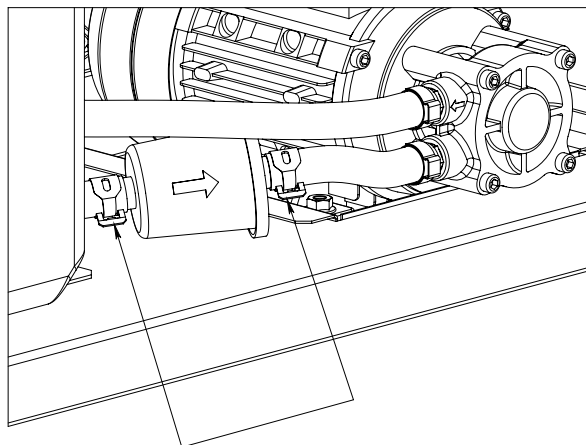

Рис. 7 – Хомуты фильтра тонкой очистки.
- 4 Плоскогубцами либо съёмниками разжать пружинные хомуты фильтра (Рис. 7) и снять фильтр.